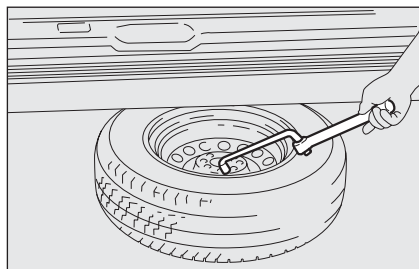

fig. 7a
- ☐ utiliser la clé démontage roues C pour emporter la roue en dehors du véhicule fig. 7a;